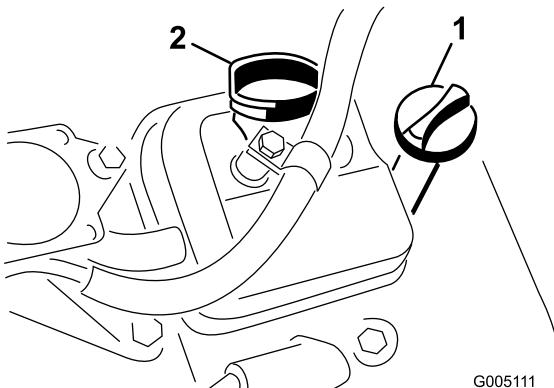

Figura 19
2. Svitate l'asta di livello e asciugatela con un panno pulito. Avvitate l'asta di livello nel relativo tubo e assicuratevi che sia fissata saldamente (Figura 19).